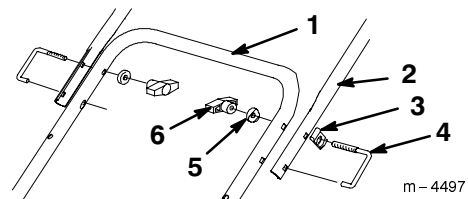

Bild 6
3. Montieren Sie die obere Grifffälfte, und beachten Sie dabei Bild 6.
WICHTIG: Verlegen Sie den Bowdenzug durch die Zugführung, bevor Sie den Griffriegel versperren (Bild 6).